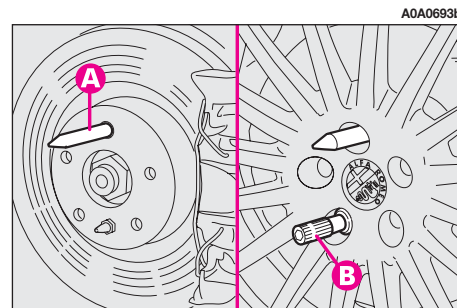

fig. 9
– Visser le pion de centrage (**A-fig. 9**) dans l'un des trous des boulons de fixation présents sur l'enjoliveur.
– Dévisser le pion de centrage (**A-fig. 9**) et visser le dernier boulon de fixation.